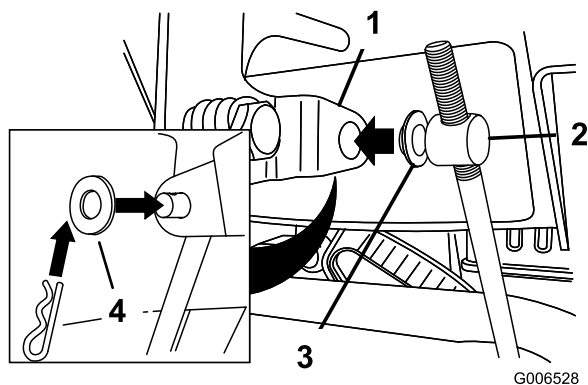

Figure 12
3. Retirez la goupille fendue et la rondelle extérieure du tourillon à l'extrémité supérieure de la tige de commande de vitesse (Figure 12).
Remarque: Pour faciliter l'installation, laissez la rondelle plate sur le tourillon (Figure 12).
6. Soulevez la tige de commande de vitesse et insérez le tourillon dans le trou du levier sélecteur de vitesses (Figure 12).